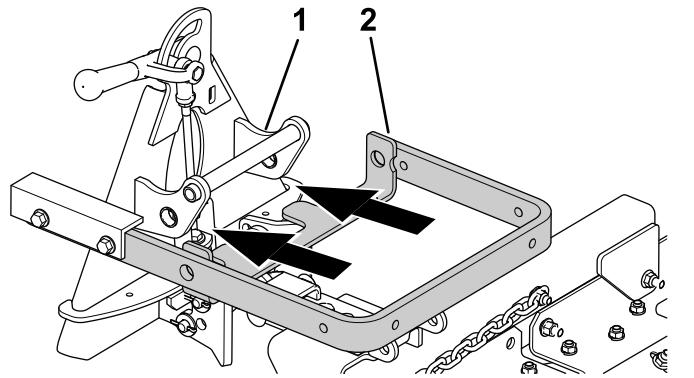
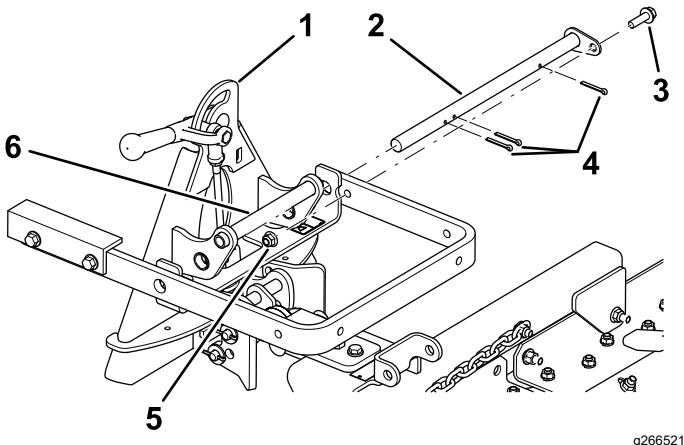

图 4
图 5
2. 将提升臂与附件连接器上的支架对齐图 4 然后如图 5 所示用枢轴杆将它们连接起来。
注意 当移动附件连接器时应使用连接器背面提供的手柄图 4。
3. 使用 3 个开口销、1 个螺栓 $\frac{3}{8} \times 1\frac{1}{4}$ 英寸和 1 个锁紧螺母 $\frac{3}{8}$ 英寸固定枢轴杆 图 5。